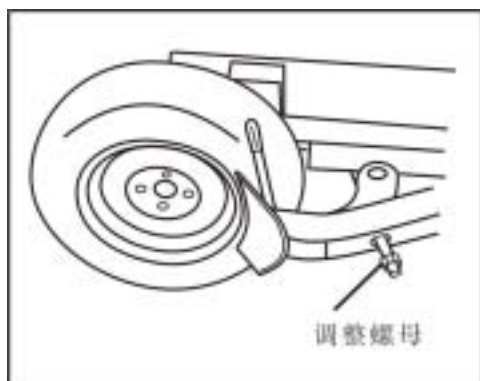

图 30
分离铲位于机箱右侧，它的工作程序是：用脚踩下脚踏^③，机箱内大气缸工作，气缸活塞杆将分离铲拉向机箱方向。其拉力应在 14075N 左右。松开分离铲脚踏^③，气缸活塞杆被压出。分离铲可以在一定范围内左右摆动，如摆动幅度不合适，调整活塞杆右端螺母（如图 30）即可。